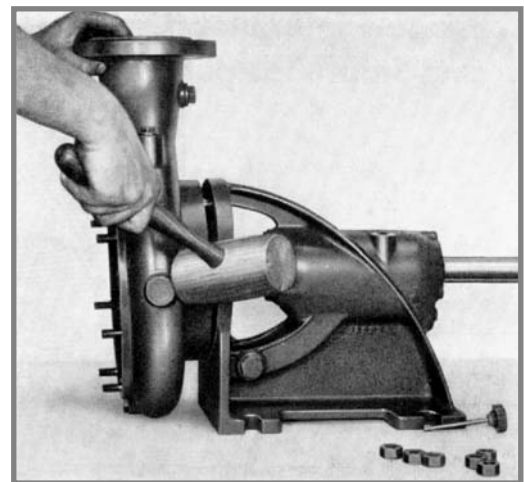

Fig. 15
04. Se o cavalete também deve ser desmontado, retirar em primeiro lugar o corpo da bomba, após ter solto o aperta gaxeta (Fig. 15).